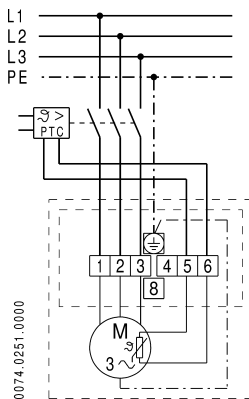

Fig. 2: Forbindelsesskema
Temperaturen i ventilatormotoren overvåges af PTC-modstande. PTC-modstande (klemmer 5 og 6 i klemkassen, fig. 2) skal tilsluttes et udløsesystem (sikkerhedsudstyr i.h.t. Rådets direktiv 94/9/EF),
Ventilatoren er fra fabrikens side forbundet således, at den giver den størst mulige ydelse ved tilslutning til nettet som vist i forbindelsesskemaet (fig. 2). I standardudførelsen bliver omdrejnings- og ydelsesretningerne som anført i tabel 2.
- Ydelsesretningen kan vendes i modsat retning. Til det skal, afvigende fra fig. 2, netledningerne tilsluttes således: L2 til klemme 1 og L1 til klemme 2 (ombytning af yderledere) (fig. 2). Bemærk, at